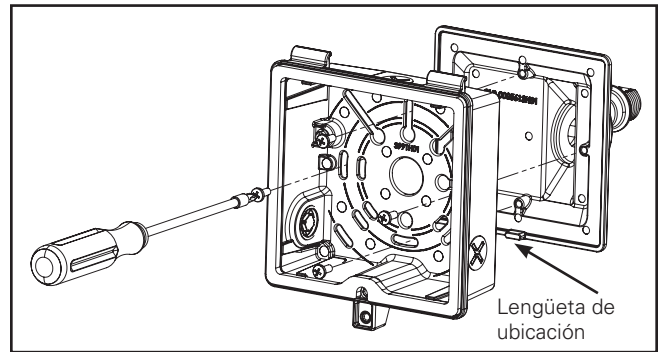

Figura 3.
4. Use los cuatro tornillos de cabeza Phillips 8-32 x 1/2" para unir la caja trasera a la unidad de base del reflector de codo. Pase los conectores para cables a través del orificio central del conducto para cables. Utilice la lengüeta de ubicación de la placa base del reflector de codo para alinearla con la caja trasera. Ajuste/gire los cuatro tornillos hasta 30-40 in-lb. Asegúrese de que todos los tornillos estén igual de ajustados. Asegúrese de que la placa del codo esté **TOTALMENTE** presionada contra la caja trasera. La compresión total hará que no se vea ninguna brecha entre la caja trasera y la base del reflector de codo. (Figura 3.)